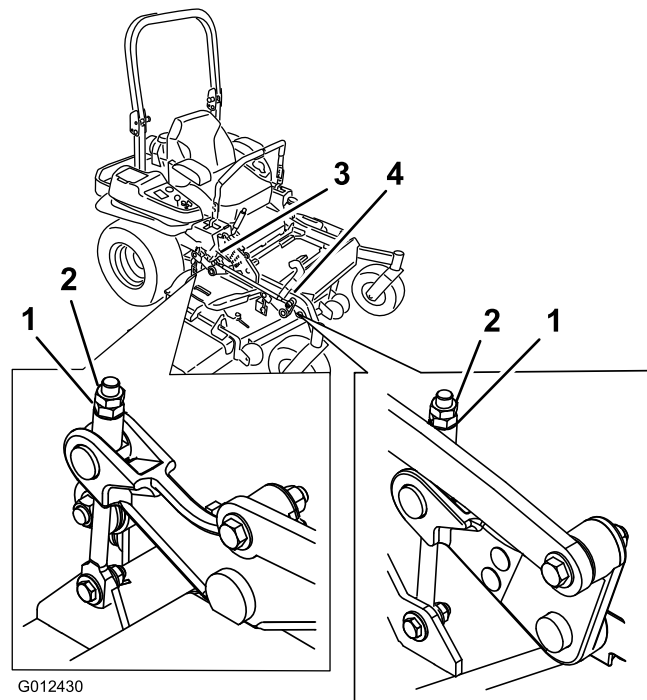

Figura 94
- 10. Afine a porca de ajuste no conjunto de elevação da plataforma frontal rodando-a (Figura 94).
16. Afine a porca de ajuste no conjunto de elevação da plataforma rodando-a (Figura 94).